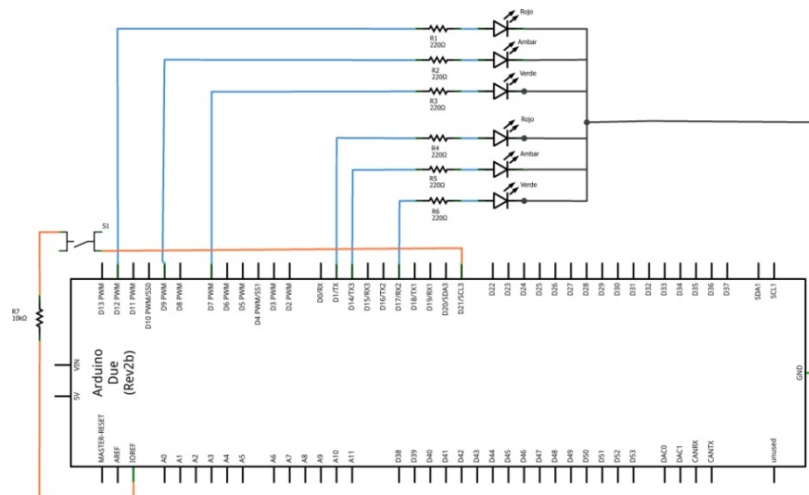

Figura 2.5. Diagrama de conexiones para implementación de la práctica #4.
- Implementar el diagrama mostrado en la figura 2.5.